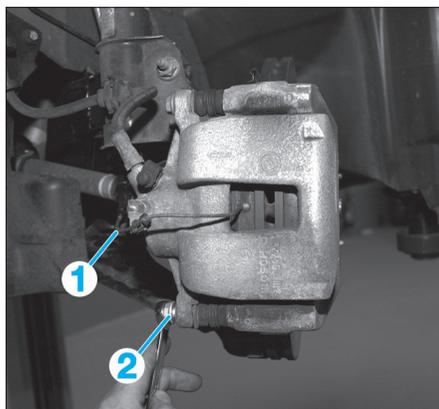

Fig. 1
- **Du côté gauche**, débrancher le connecteur (1) du capteur d'usure des plaquettes (**Fig.1**).
- Déposer la vis de colonnette inférieure (2).